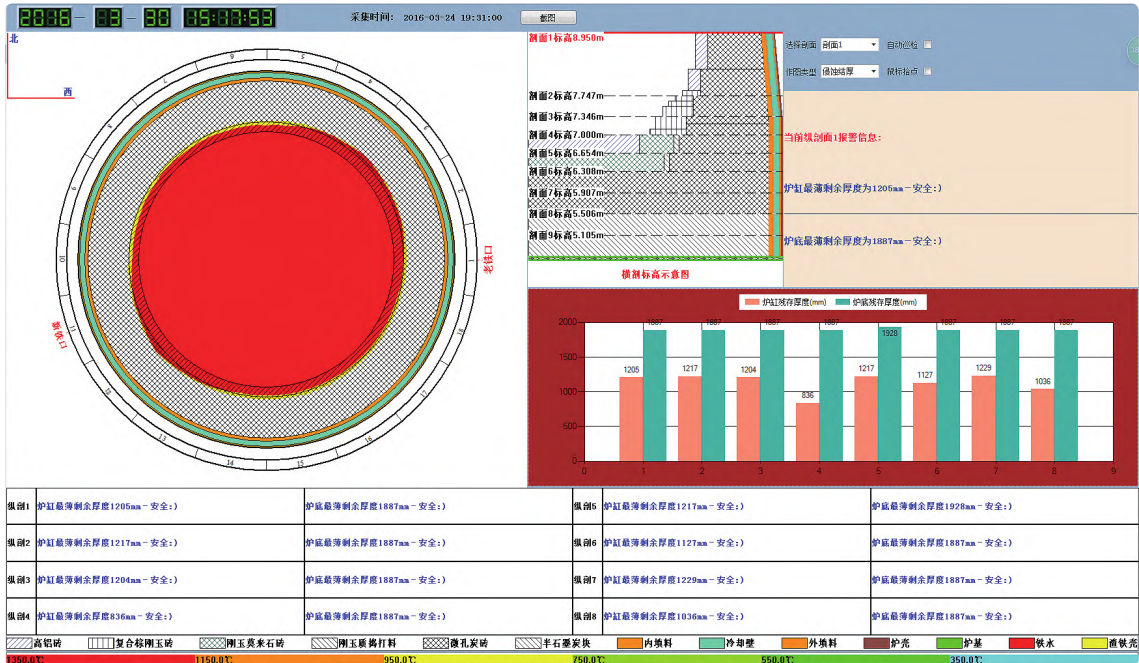

图3 炉缸炉底侵蚀图横剖面
4. 能够计算和显示高炉炉缸维护时渣铁壳的生成厚度、形状及位置。炉缸炉底侵蚀图横剖面，如图3所示。